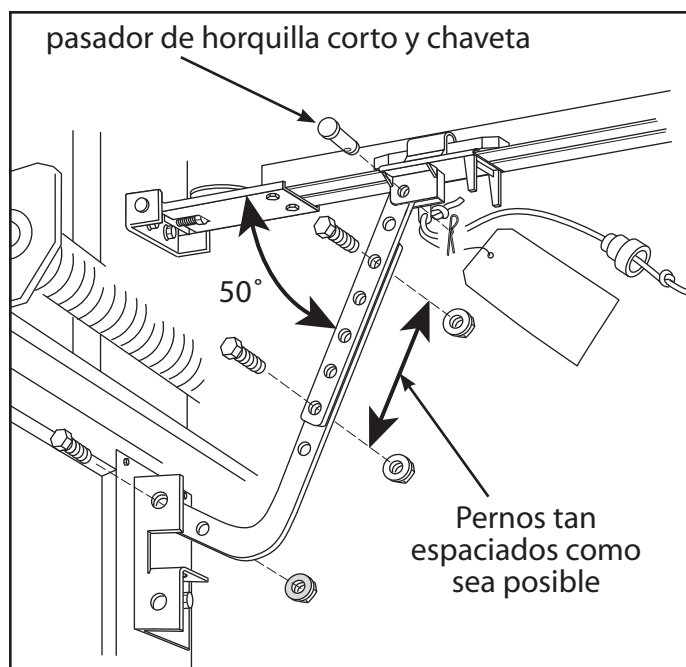

FIG. 2-9 Acoplando los brazos de la puerta
- Sujete la derivación corta del brazo curvo de la puerta al soporte de la puerta con el perno y la tuerca de cierre (Fig. 2-9).
- Sujete el brazo recto al corredizo usando el pasador de horquilla y pasador de 2 patas (Fig. 2-9).
- Con los brazos dispuestos en esta posición, sujete los brazos juntos usando pernos y tuercas tan espaciados como sea posible (Fig. 2-9)